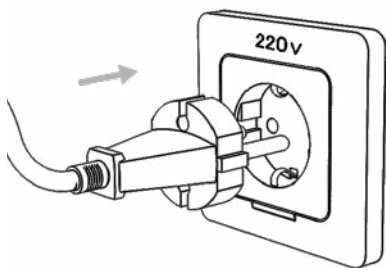

Рис. 7.2. Схема подключения к сети.
5. Подсоедините сетевой кабель аппарата и компрессора к электросети с требуемыми параметрами. Проверьте надёжность соединения кабеля и сетевой розетки (См. рис. 7.2).